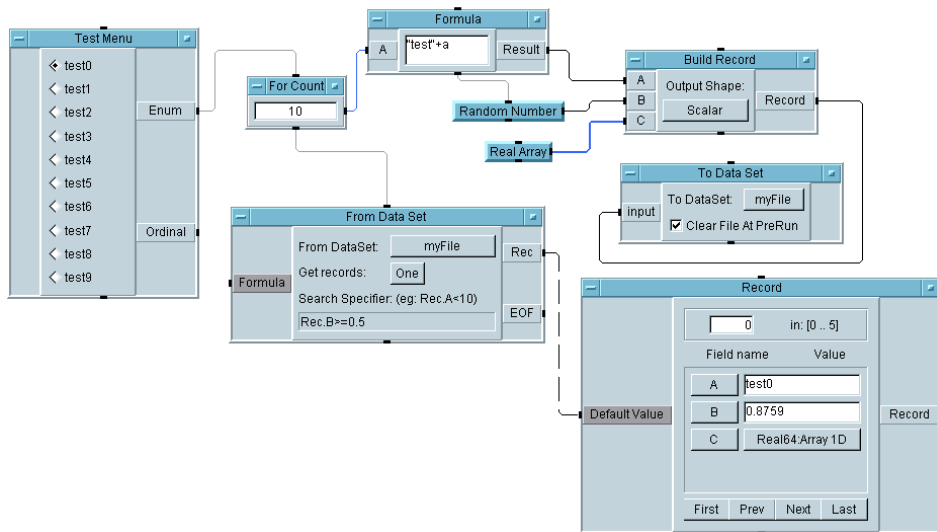

図 5-17. Test Menu オブジェクトの追加方法
5. プログラムは、メニューが選択された場合にのみ実行する必要があるので、Test Menu のデータ出力ピン Enum を For Count シーケンス入力ピンに接続します。プログラムは図 5-17 のように表示されます。